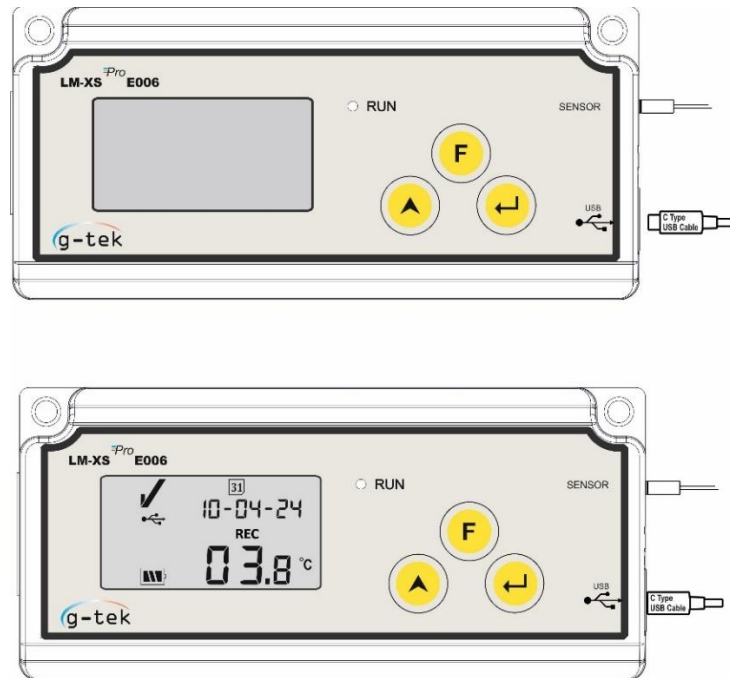

Figure 21 Fixation micro USB
- Connectez l'enregistreur de données LM-XSPro E006 au PC via le câble USB, comme illustré à la figure 21.